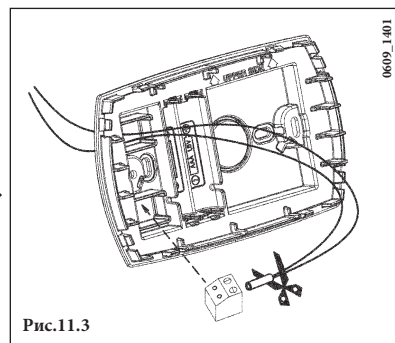

Рис.11.3
4. Открыть корпус панели управления (безвинтовое крепление), обрезать и подсоединить красный провод, как показано на рис.11.3.